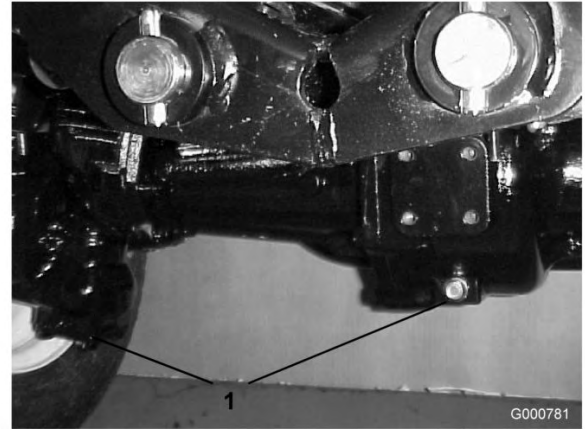

図 57
2. ドレン・プラグ (図 57; 左右端に 1 個と中央に 1 個、全部で 3 個ある) の周辺をきれいに拭く。